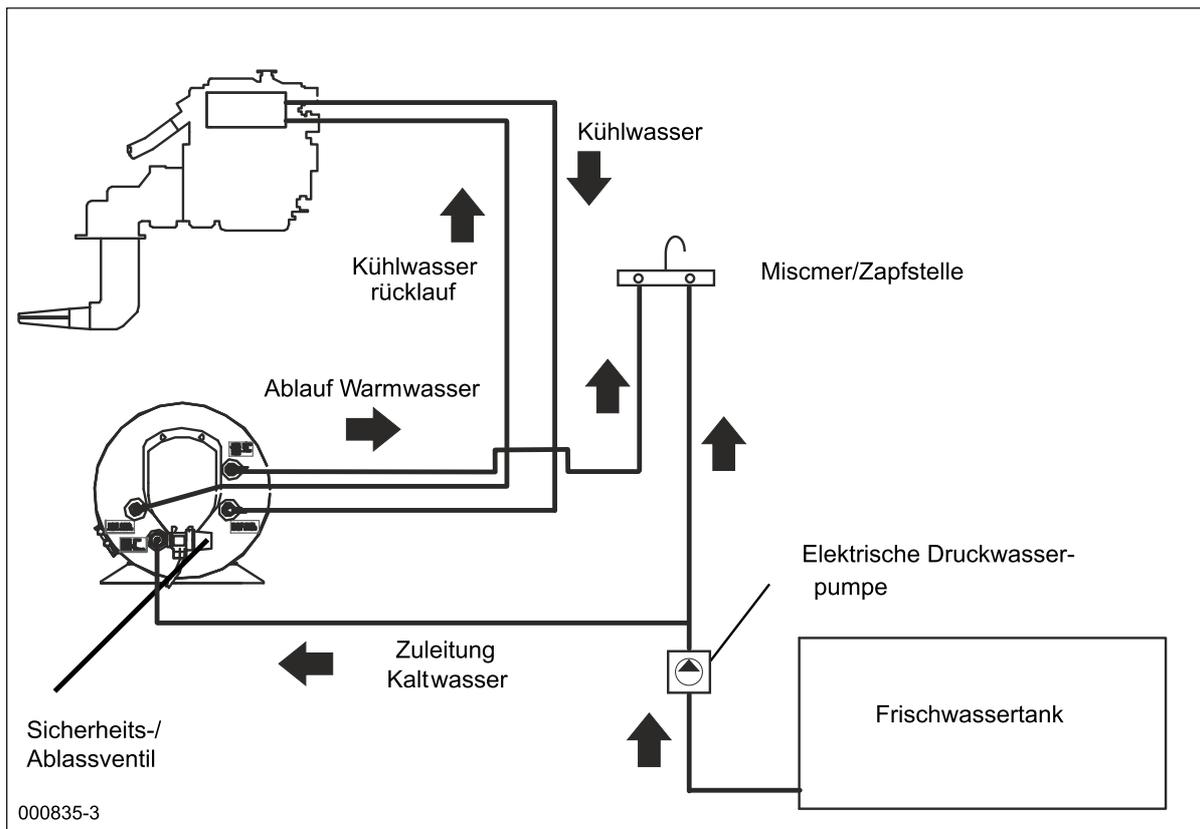

Abb. 1
Der Warmwasserbereiter kann überall im Boot platziert werden, solange er so montiert ist, dass der Motorwasser-Wärmetauscher nicht höher liegt als das Expansionsgefäß des Motors (Abb.1). Es ist von Vorteil, wenn die Schläuche zwischen Motor und Warmwasserbereiter so kurz wie möglich sind, um Wärmeverlust und Strömungswiderstand zu minimieren. Der Wärmetauscher des Warmwasserbereiters kann entweder parallel oder in Reihe zum Kühlwasserkreislauf des Motors angeschlossen werden.
4.3 Motoranschlüsse (siehe Anschlussschema, Abb. 1):
4.4 Frischwasseranschluss (siehe Anschlussschema, Abb. 1):